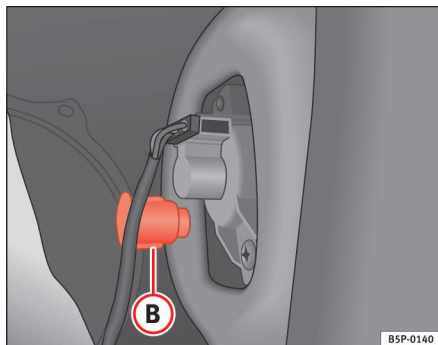

Fig. 193 Posi-
- Skru kunststofholderen ⇒ fig. 193 **B** til baglygten ud. For at skru den ud kan du sætte en skruetrækker ind i denne del.